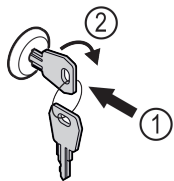

Fig. 120
- ▶ Trykk inn nøkkelen Fig. 120 (1).
- ▶ Vri nøkkelen 90° med klokka Fig. 120 (2).